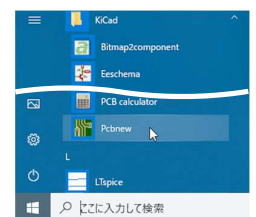

図10-1
- ① 制作した基板レイアウトtutorial1.kicad_pcbを保存しPcbNewを終了します。
- ② KiCadマネージャからではなく、直接PcbNewを起動します。
- ③ タスクバーの「Windowsボタン」→「KiCad」→「PcbNew」と進みます。図10-1